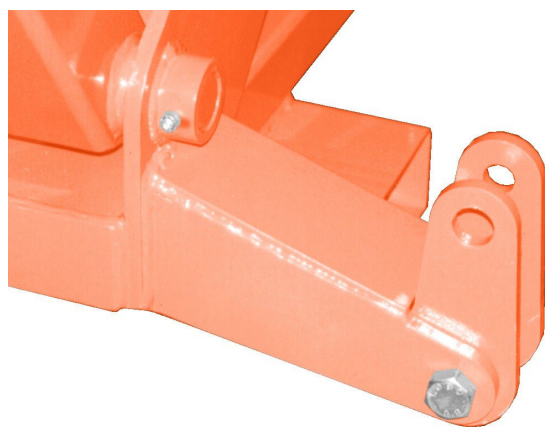

Fig. 6-4
- Välj rotorns rotationsriktning passande till den produkt som ska klippas. För att klippa gräs eller fint material bör rotorn rotera medurs (fig. 6-4-A), medan det är bättre om rotorn roterar moturs vid klippning av buskar eller material av trä (fig. 6-4-B).